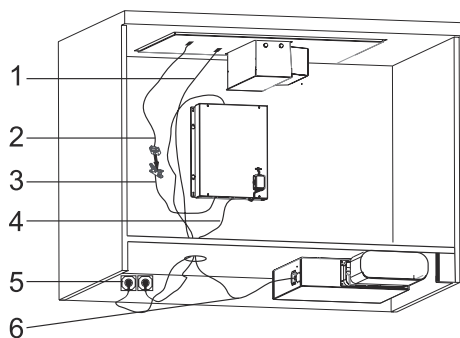

Fig. 21: Koppling av kablar
11. Strömkabel för spishällen (Fig. 21/1) Anslut strömmen (Fig. 21).
Datakabel från spishällen (Fig. 21/2) och datakabel från styrbox (Fig. 21/3) ansluts till varandra (Fig. 21).
Multikontakten från styrboxen (Fig. 21/4) ansluts till den flerpoliga kontakten på sidan av motorn (Fig. 21/5).
Strömkabel från styrboxen måste anslutas till strömmen (Fig. 21/5).